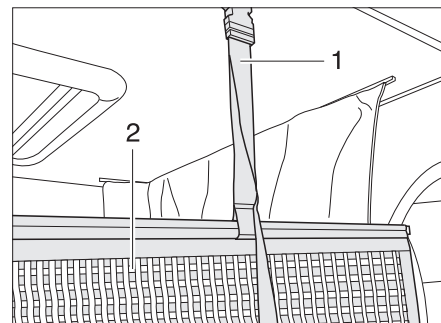

Bild 128 Halterung Sicherungsnetz
Sicherungsnetz Das Sicherungsnetz (Bild 128,2) mit den Haltegurten ist unter der Matratze verstaut. Das Sicherungsnetz erst aufspannen, wenn sich die Personen bereits im Hubbett befinden.
- Die Haltegurte (Bild 128,1) in die Halterungen an der Decke einrasten.